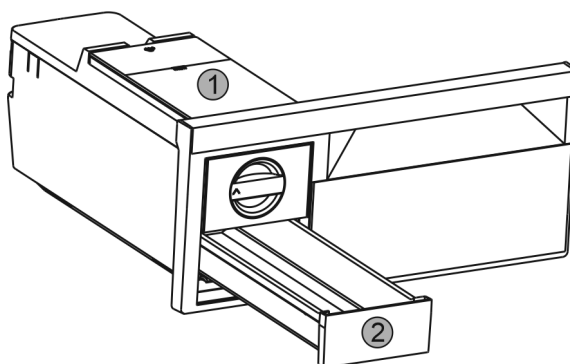

Fig. 55
- ▶ Izvadite spremnik za vodu Fig. 55 (1) i ladicu za kockice leda Fig. 55 (2).